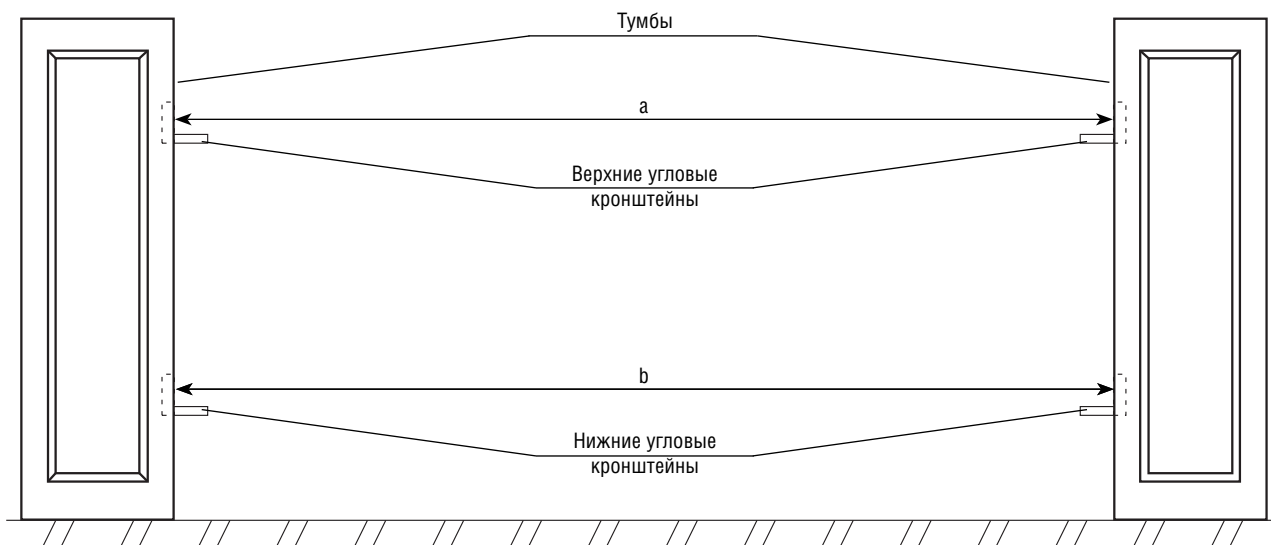

Рис. 2-1
2.2 Измерьте расстояние между тумбами и нарежьте поручни и основания по этой длине (рис. 2-1).